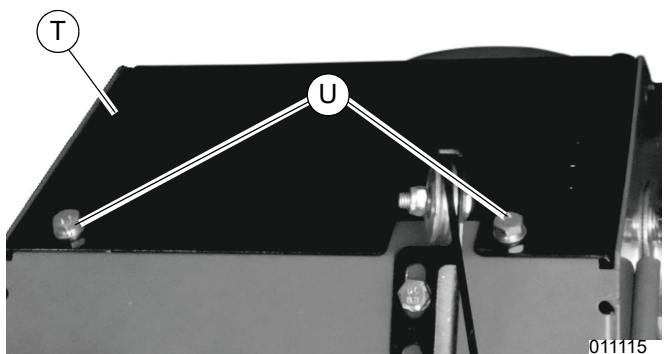

Figura 4-37. Instalación de la cubierta de la transmisión
11. Consulte la **Figura 4-37**. Fije la cubierta de la transmisión (T) con dos pernos (U).